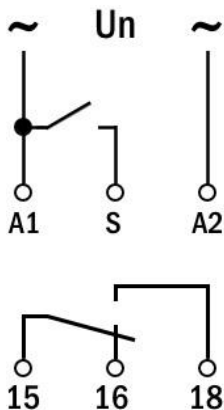

Рис. 4
2. Подключите реле времени согласно схеме подключения (рис. 4).